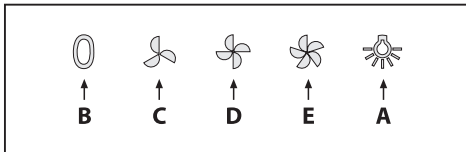

Fig.10
• **Comandi meccanici (Fig.10)** la simbologia è di seguito riportata: